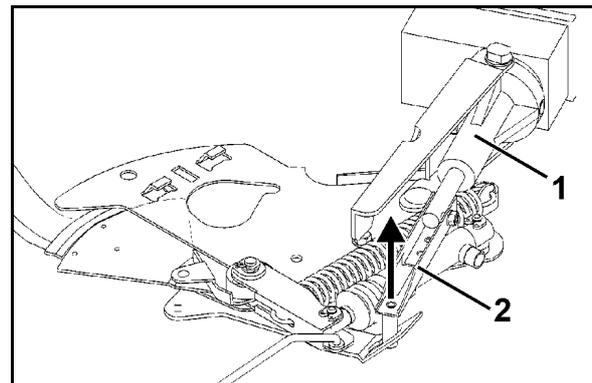

Figura 14
4. Sollevare il servomotore (Figura 14/1) e sganciare la biella (Figura 14/2) dal collegamento a spina della paratoia di dosaggio.